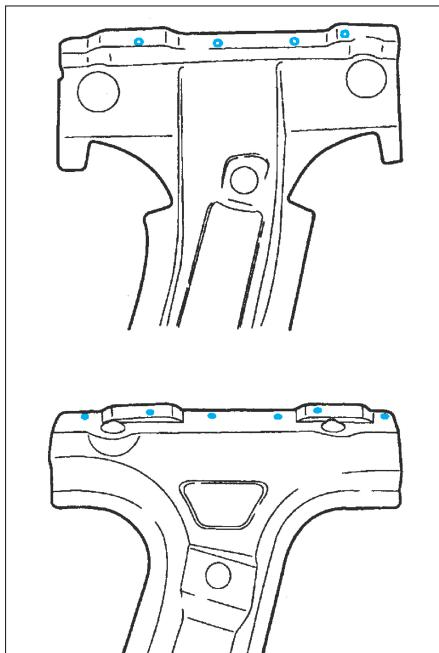

FIG. 76
- Percez des trous de Ø 6,5 mm pour soudage ultérieur par points bouchons (Fig.76).